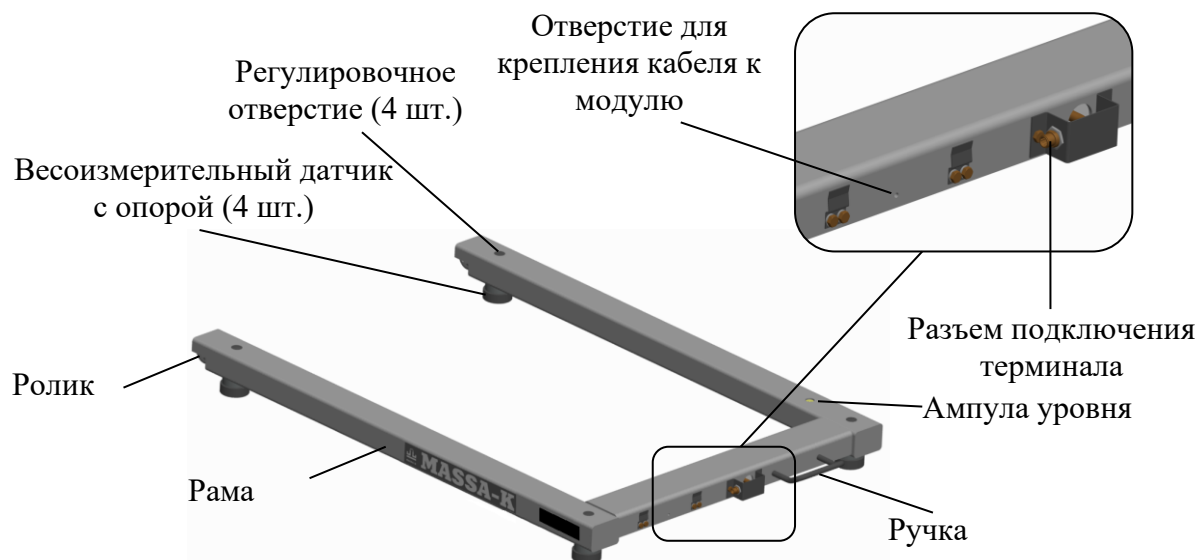

Рисунок 7.1 – Модуль взвешивающий 4D-U
7.1.1 Модуль состоит из рамы, на которой установлены четыре цифровых весоизмерительных датчика с регулировочными опорами (см. рис. 7.1).